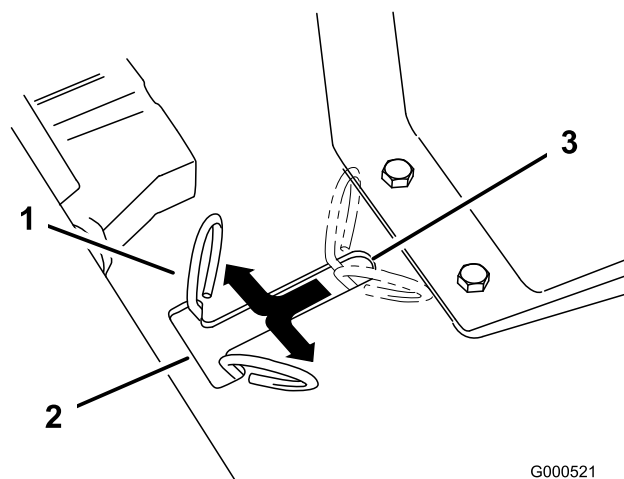

Figura 15
3. Suba el asiento para tener acceso a las palancas de desvío (Figura 15).
4. Mueva las dos palancas de desvío hacia adelante y luego hacia fuera para bloquearlas en esa posición, según muestra la Figura 15.
Mueva las dos palancas de desvío hacia dentro y luego tire de las mismas hacia atrás hasta el fondo de la ranura (Figura 15).